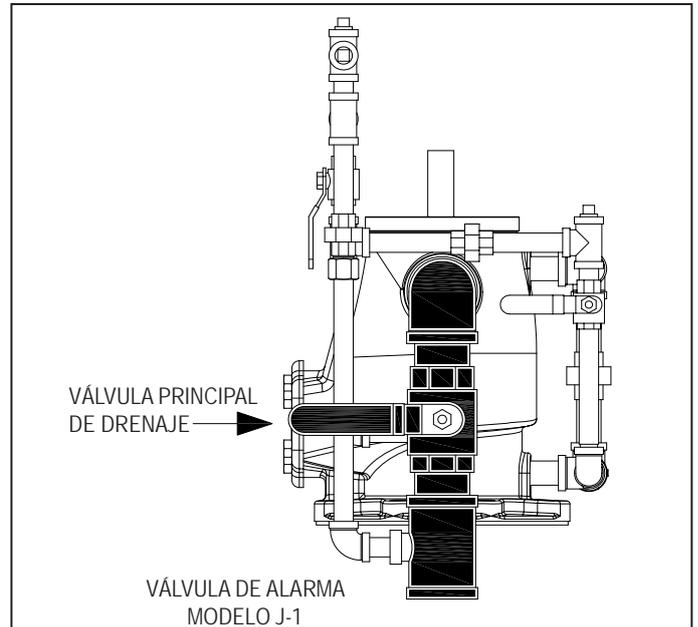

Figura 33
6. Las válvulas de drenaje principal y auxiliar y la del punto de prueba del sistema, perfectamente cerradas (Figura 33).